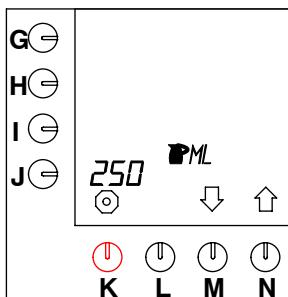

Fig. 26 Capacidad de las jarras
- Mantenga apretada la tecla de programación (N.)↑ hasta que en el display aparezca fig. 26 .